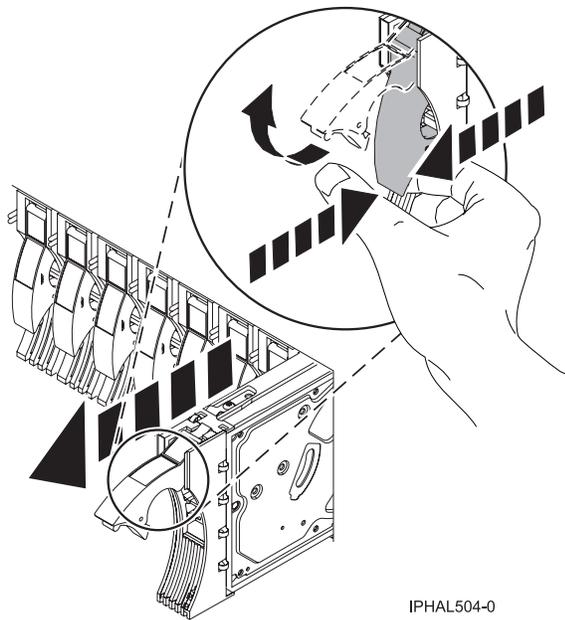

Figura 24. Quitar una unidad de disco de un modelo
13. Desbloquee el asa de la unidad ejerciendo presión y tirando de ella hacia usted, como se muestra en Figura 24 en la página 37.